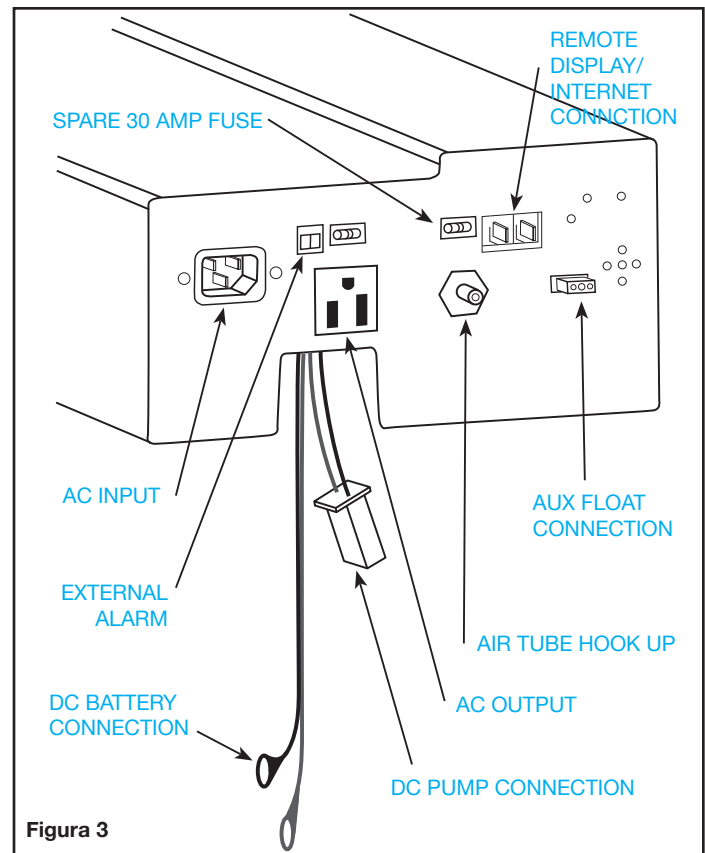

Figura 3
2. Conecte los cables de la batería a la batería, el cable rojo a la conexión (+) de la batería, el cable negro a la conexión (-) de la batería. (Véase la Figura 3).
3. Enchufe el conector de la bomba de CC a la salida de CC (como se muestra en la Figura 3), asegúrese de que los cerrojos estén cerrados. La conexión de CC está debajo de la tapa.